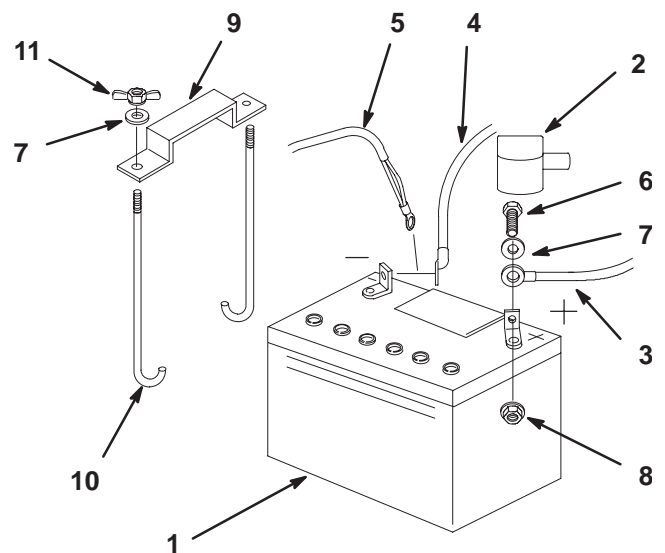

Figure 62
1. Placez la batterie dans son support en tournant les bornes vers le moteur (Fig. 62).
4. Fixez les câbles à l'aide de 2 boulons (1/4 x 3/4"), 2 rondelles (1/4") et 2 contre-écrous (1/4") (Fig. 62).
6. Fixez la batterie en position avec des boulons en J, une barrette de maintien et 2 rondelles (1/4"), ainsi que 2 écrous papillon (1/4") (Fig. 62).
3. Débranchez d'abord le câble négatif et le câble de masse de la borne négative (–) de la batterie (Fig. 62).
4. Ôtez le capuchon rouge de la borne positive (rouge) de la batterie. Retirez ensuite le câble positif (rouge) de la batterie (Fig. 62).
5. Retirez les deux écrous papillons (1/4") de fixation de la barrette de maintien de la batterie (Fig. 62).